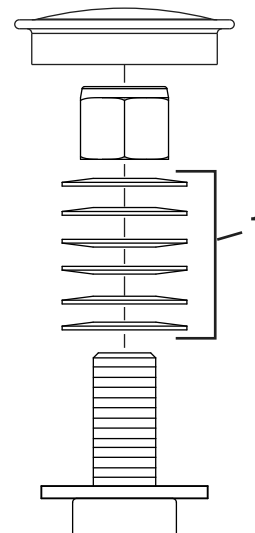

Figura 50
3. Retire el tapón guardapolvo de la rueda giratoria y apriete la contratuerca (Figura 50).
4. Apriete la contratuerca hasta que las arandelas de muelle estén planas, luego afloje  $\frac{1}{4}$  de vuelta para establecer la pre-carga correcta de los cojinetes (Figura 50).
**Importante:** Asegúrese de que las arandelas de muelle están correctamente instaladas, según se muestra en Figura 50.
5. Coloque el tapón anti-polvo (Figura 50).